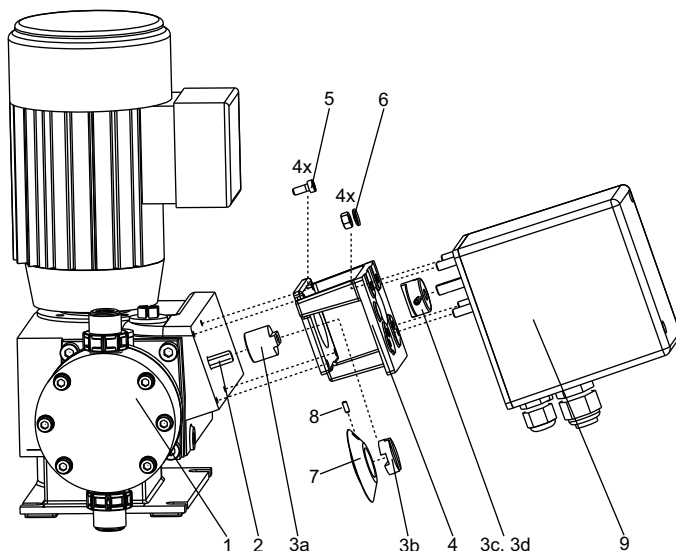

Рис. 6 Монтаж сервопривода (используемый в качестве примера насос DMH)
2. Наденьте секцию муфты (3a) на регулирующий шпindelь (2).
4. Вставьте кольцевую шкалу (7) и секцию муфты (3b) (опору) через боковую сторону фонаря. Прижмите одну секцию муфты (3b) к другой секции муфты (3a), чтобы она встала на нужное место (см. рис. 6) и придерживайте ее на месте одной рукой.